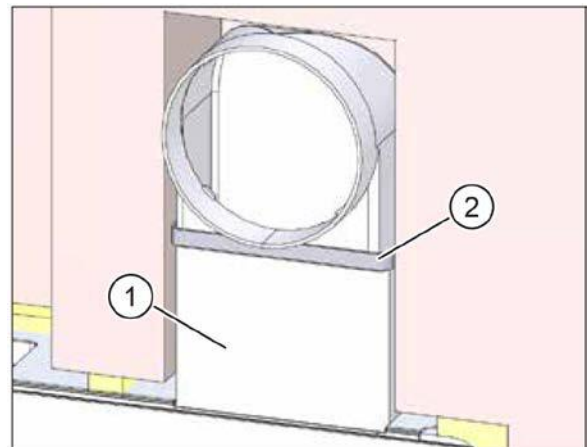

Рис. 26: зафиксируйте соединения плоских каналов при помощи уплотнительной ленты
- ▶ Вставьте фитинг, напр. соединительный элемент плоского канала M-WRG-FK-V, арт. номер 5591 (поз. 1 на рис. 26), в отверстие в монтажной коробке.
- ▶ Вставьте первую монтажную секцию плоского канала в фитинг, напр. соединительный элемент плоского канала M-WRG-FK-V, арт. номер 5591, в монтажной коробке и герметизируйте соединение уплотнительной лентой (поз. 2 на рис. 26).